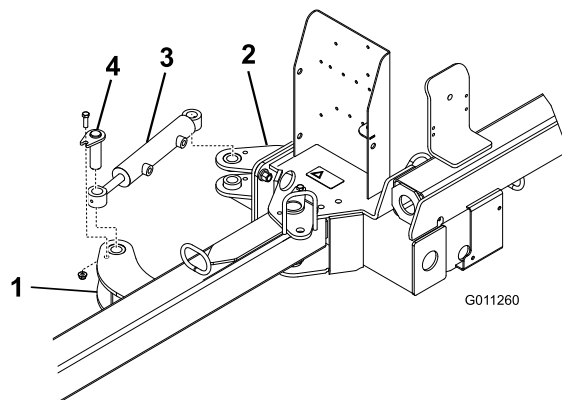

Figura 6
2. Fissate ogni estremità del cilindro idraulico a una linguetta dell'attuatore con un gruppo perno, un bullone (3/8 x 1-1/4 poll.) e un dado flangiato (3/8 poll.) (Figura 6).